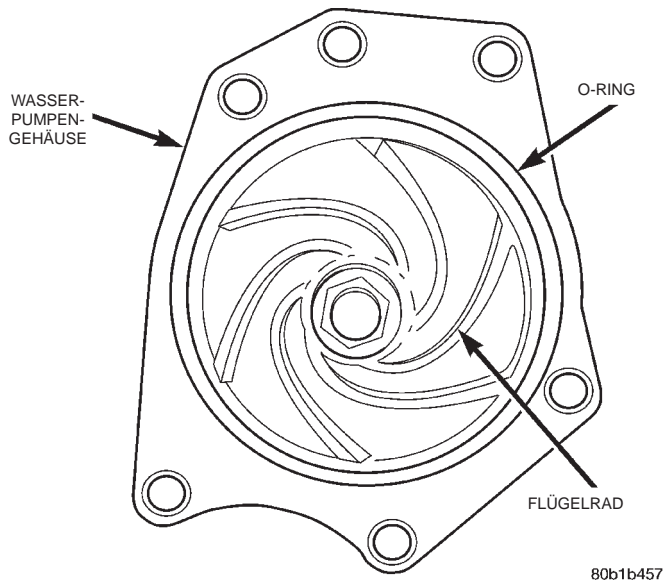

Abb. 16 Wasserpumpengehäuse—3.5L-Motor
(1) Die Dichtflächen an Wasserpumpe und Deckel reinigen.
(2) Neuen O-Ring für die Wasserpumpe verwenden (Abb. 16).
(3) Die Wasserpumpe am Motorblock befestigen. Die Schrauben mit einem Drehmoment von 12 N·m (105 in. lbs.) festziehen.
(4) Den Zahnriemen anbauen. Zur Vorgehensweise siehe Kapitel 9, "Motor".
(5) Das Kühlsystem befüllen. Näheres hierzu siehe "Kühlsystem befüllen".